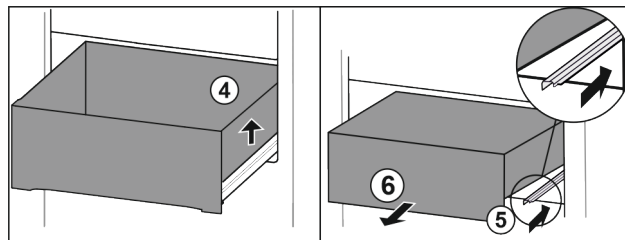

Fig. 182
- Ridicați sertarul din dreapta. Fig. 182 (4)
- Insertați șina din dreapta. Fig. 182 (5)
- Extrageți sertarul spre înainte. Fig. 182 (6)